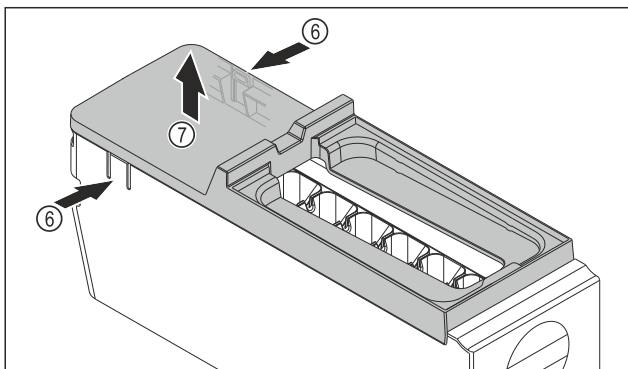

Fig. 107
- ▶ Afdekking van de EasyTwist-Ice-corpus wegnemen: Strips Fig. 107 (6) aan beide zijden van de EasyTwist-Ice-corpus met een hand indrukken.
- ▶ Afdekking Fig. 107 (7) met de andere hand van bovenaf wegnemen.